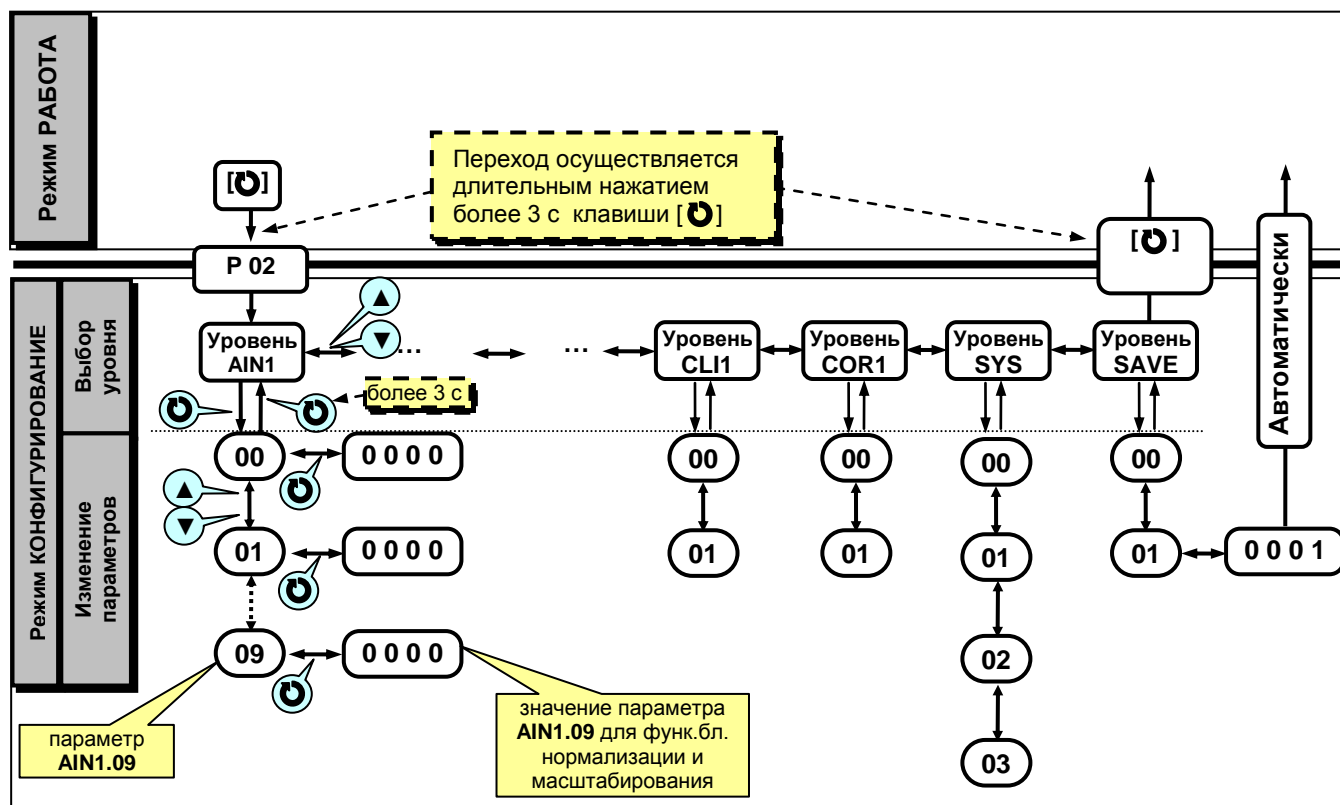

Рисунок 4.7.1 - Диаграмма уровней конфигурации и настроек
4.7.2 Параметры разделены по группам, каждая из которых называется "уровень". Каждое заданное значение (элемент настройки) в этих уровнях называется "параметром". Параметры, используемые в преобразователе ПНС-13, сгруппированы в 13 уровней и представлены на диаграмме (рисунок 4.7.1).
В дальнейшем по тексту руководства идет ссылка на параметр в виде XXXX.YY (например ALRM.00), где XXXX – название УРОВНЯ, а YY – номер пункта меню (смотри рисунок 4.7.1).